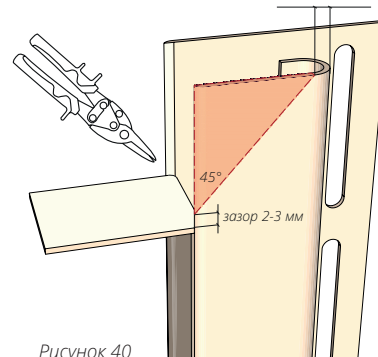

Рисунок 40
- 14.4** Если соединение лицевой части нужно сделать под 45° , подрежьте J-профиль согласно рис. 40.